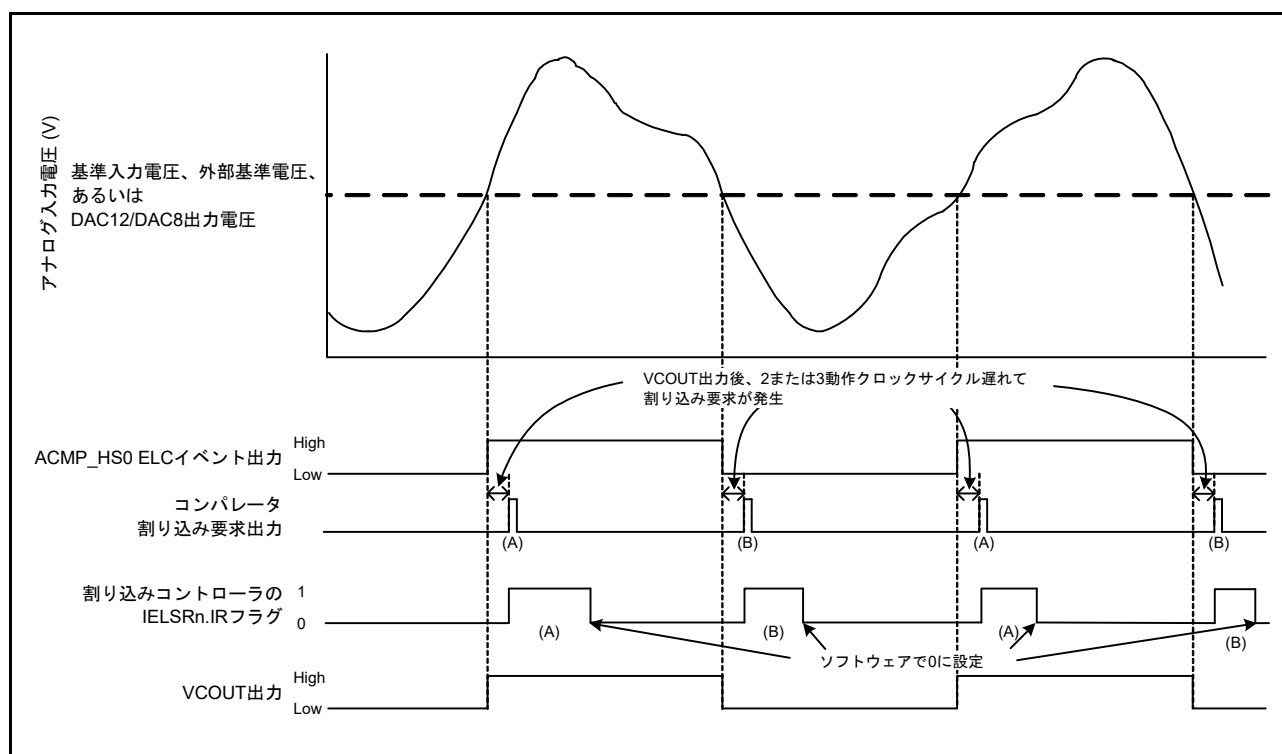

図 38.2 ACMPHS の動作例
ACMPHS の動作例を図 38.2 に示します。アナログ入力電圧が基準入力電圧より高くなると VCOUT 出力は 1 になり、低くなると 0 になります。ACMPHS 出力が変わると、割り込み要求および ELC イベントが出力されます。
図 38.2 は $CPOE = 1$ (端子出力許可)、 $CDFS[1:0] = 00b$ (フィルタ不使用)、 $CEG1 = CEG0 = 1$ (両エッジを選択) の場合に適用されます。 $CINV = 0$ 、 $CEG0 = 1$ 、 $CEG1 = 0$ (ACMPHS からの非反転出力信号の立ち上がりエッジを選択) の場合、ICU.IELSRn.IR フラグは (A) で示されるように変化します。 $CINV = 0$ 、 $CEG0 = 0$ 、 $CEG1 = 1$ (ACMPHS からの非反転出力信号の立ち下がりエッジを選択) の場合、IR フラグは (B) で示されるように変化します。 $CPOE = 1$ の場合、VCOUT は ELC イベント出力を直接出力します。